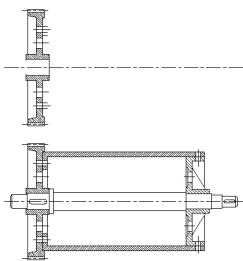

图 10-10 复制结果
- 02 选择菜单【修改】|【复制】命令, 对图形进行复制, 复制结果如图 10-10 所示。